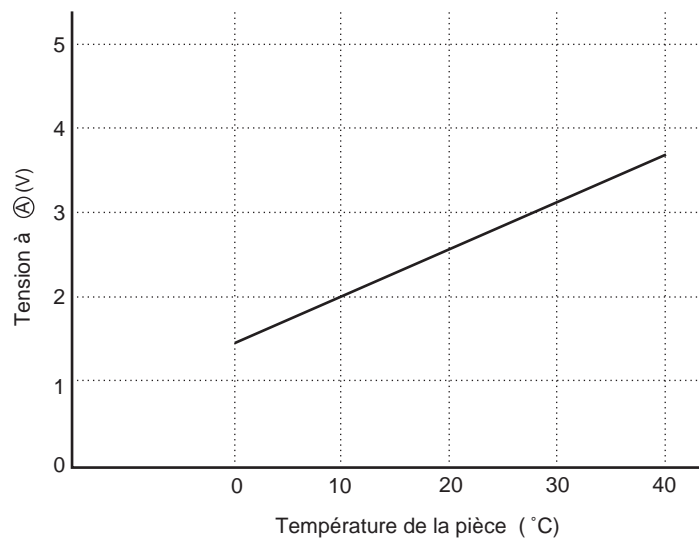

Fig. 5-2
- La tension à Ⓐ dépend de la température de la pièce comme représenté sur la Fig. 5-2.